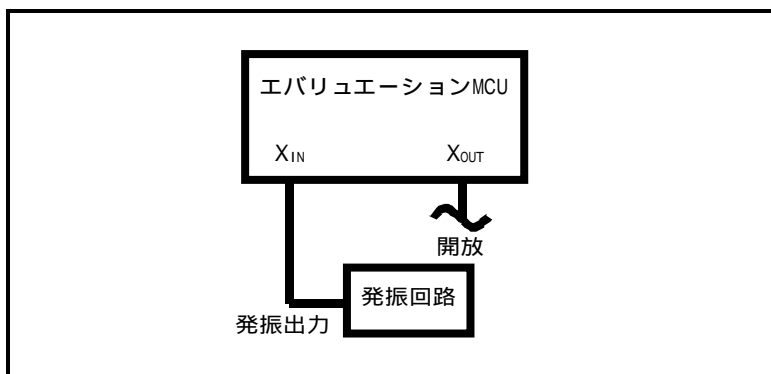

図 3.4 外部発振回路
- 本製品をターゲットシステム上発振回路で動作させる場合は、図 3.4に示すように、ターゲットシステム上に発振回路を構成し、エミュレーション MCU の動作範囲内で、デューティ 50%の発振出力を X_{IN} 端子に入力してください。またこのとき X_{OUT} 端子は開放としてください。